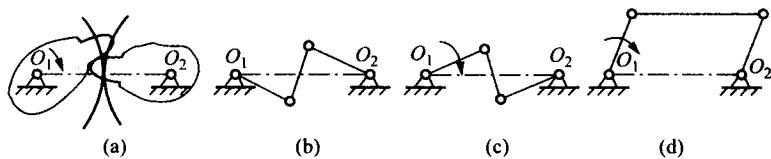

图1-6 题1.4.4图
1.4.4 某齿轮机构,主动齿轮转动方向已在图1-6(a)标出。用低副替代后的机构是图中所示的哪个机构。